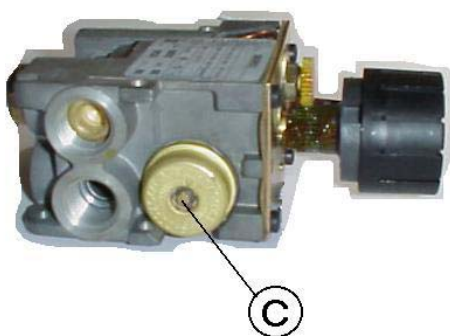

Рис. 5
На включенном устройстве повернуть отверткой болт С регулятора давления (см. рис.5) до получения значения уровня давления на форсунку, указанную в предыдущей таблице. Отключить и вновь включить горелку для дальнейших проверок. По окончании регулировки, заблокировать болт С регулятора давления, используя красную герметизирующую мастику.
4. Повернуть болт С (см. рис. 5) регулятора давления по часовой стрелке до упора (выполнение этого действия полностью отключает работу регулятора и давление на основную форсунку становится равным давлению в сети).